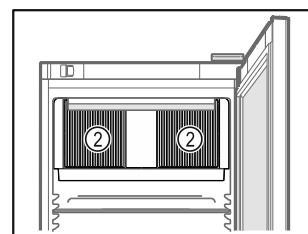

Fig. 48
- Pidä sisätilassa olevan kiertoilmapuuhaltimen tuuletusraot *Fig. 48 (2)* vapaina.